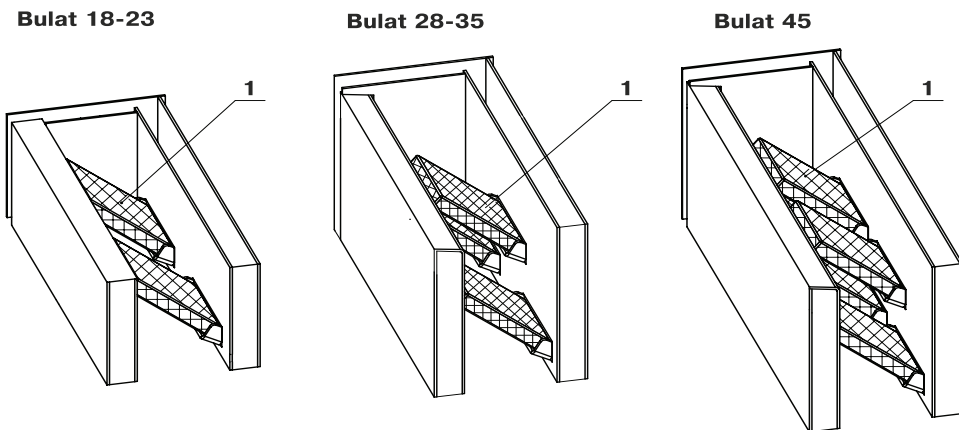

Рис.2 Схема установки шамотных кирпичей
5.2. Установка шамотных кирпичей котла показана на (Рис. 2 поз.1):